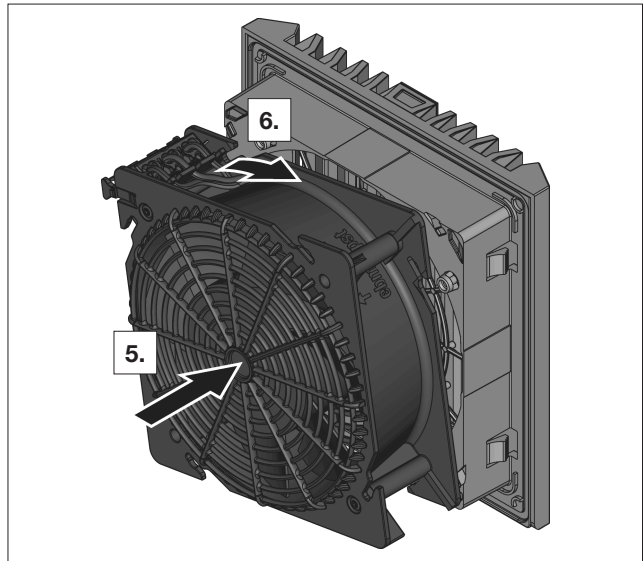

Abb. 14: Verriegelung Bajonett-Verschluss
- Setzen Sie das Lüftergehäuse wieder auf den Filterkasten auf (siehe Abb. 14).